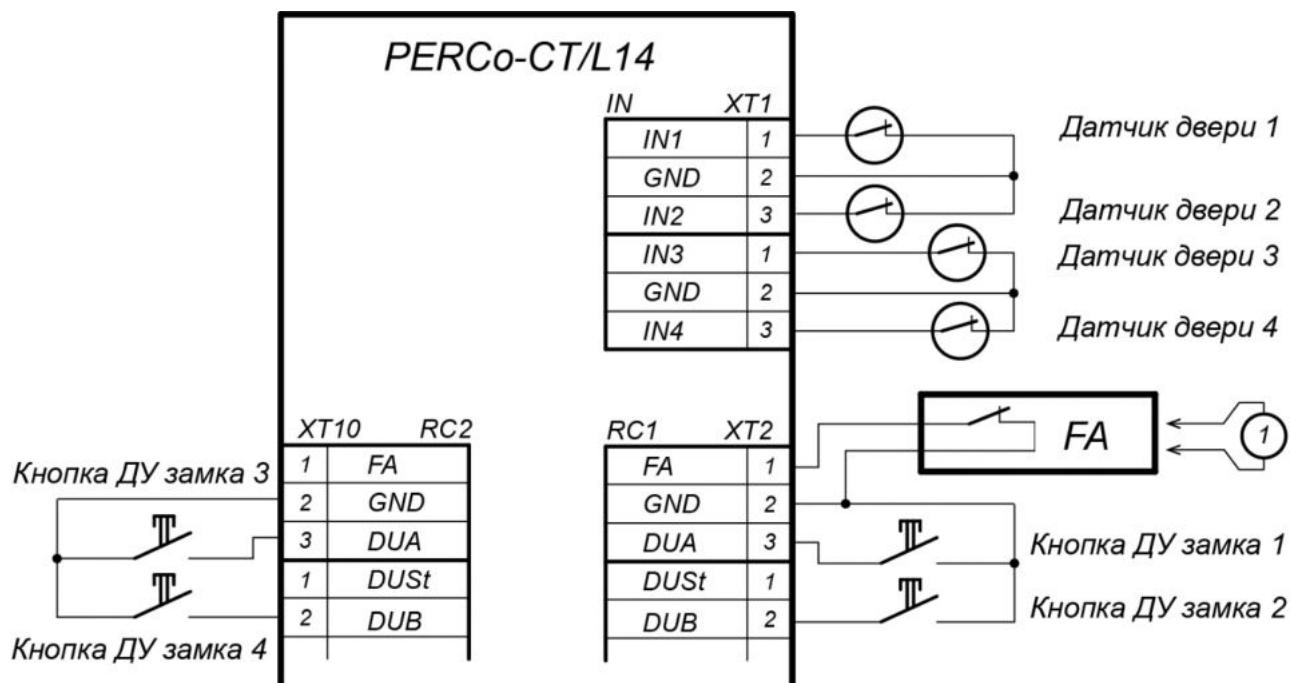

Рисунок 5. Схема подключений кнопок ДУ и датчиков двери
3. Кнопка ДУ «Выход» замка, при необходимости ее установки, подключается к клеммной колодке **XT2 (XT10)** нижней платы контроллера (см. рис. 5).
4. Датчик двери (геркон) подключается к клеммной колодке **XT1** нижней платы контроллера (см. рис. 5). Датчик двери с замком, управляемым выходом *OUT1*, подключается к входу *IN1*, выходом *OUT2* – к входу *IN2* и т. д. Датчик двери должен быть смонтирован таким образом, чтобы при закрытой двери обеспечивалось устойчивое его срабатывание.
5. Устройство аварийной разблокировки (аварийного открытия прохода) *Fire Alarm* подключается к клеммной колодке **XT2** нижней платы контроллера (при этом необходимо удалить заводскую перемычку проводом), см. рис. 5 и разд. 8.2.6.